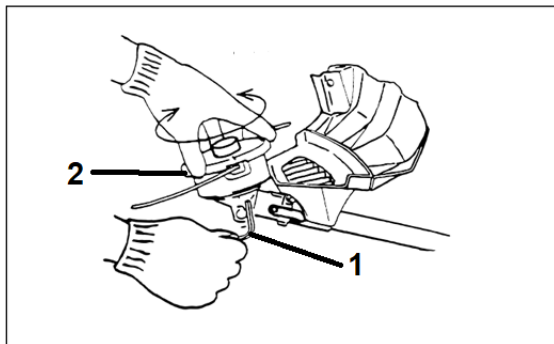

Рисунок 5. Схема встановлення різальної головки із жилкою.
5.1.2.4 Встановлення різальної головки із жилкою (рис. 5).